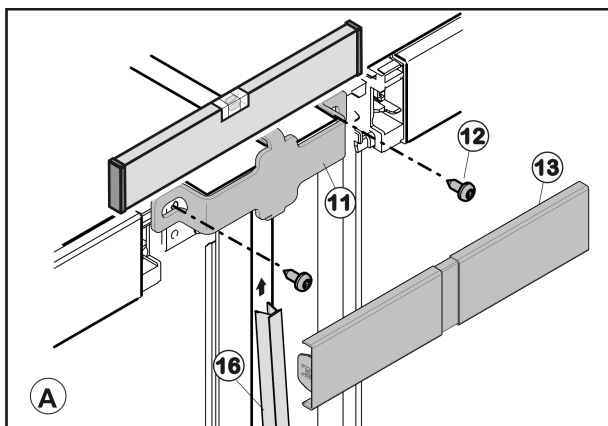

Fig. 46
- Fixer la pièce de raccordement Fig. 46 (11) en haut avec deux vis Fig. 46 (12). Pointer les trous de vissage ou utiliser une visseuse sans fil.
- Clipser le panneau-cache Fig. 46 (13).
- Monter le bourrelet Fig. 46 (16), pousser légèrement en-dessous du cache supérieur Fig. 46 (13) et enfoncer-le ensuite vers le bas dans la fente.